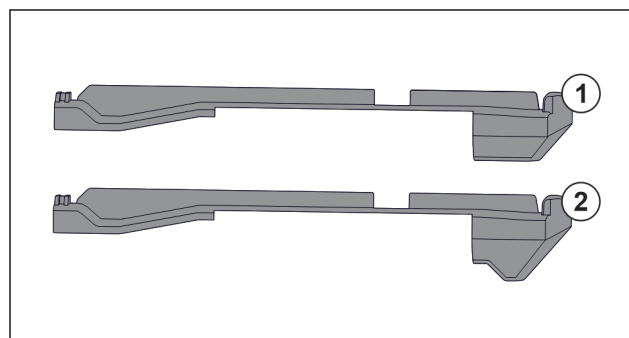

Fig. 56 Confronto degli elementi inseribili
Nell'apparecchiatura si trovano due diversi elementi inseribili. L'elemento inseribile sopra il cassetto più in basso Fig. 56 (2) presenta un bordo triangolare. Tutti gli altri elementi inseribili Fig. 56 (1) dispongono di un bordo diritto.
- Applicare l'elemento inseribile Fig. 56 (2) con il bordo triangolare sopra il cassetto più in basso.
- Applicare l'elemento inseribile Fig. 56 (1) con il bordo diritto su tutti gli altri punti.